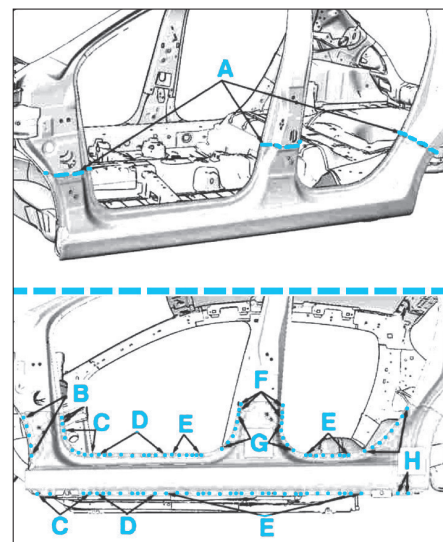

FIG. 33
- Poser et souder la pièce neuve aux endroits indiqués A, B, C, D, E, F et G (Fig.33).